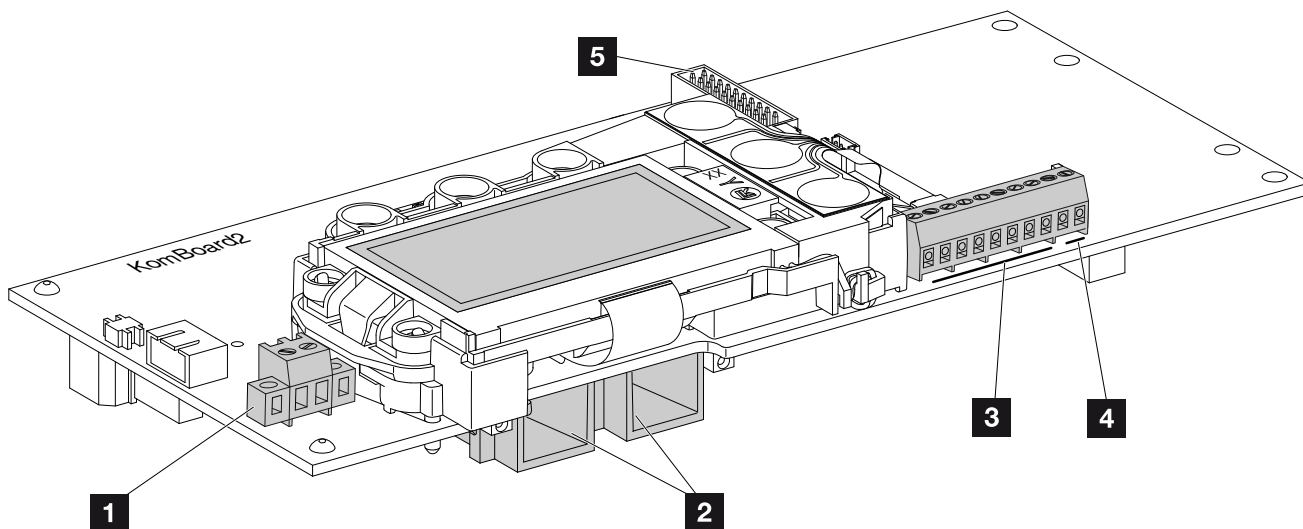

Fig. 39: componenti della comboard
6. Inserire le prese e i connettori delle stringhe CC sull'inverter.  **Fig. 39**